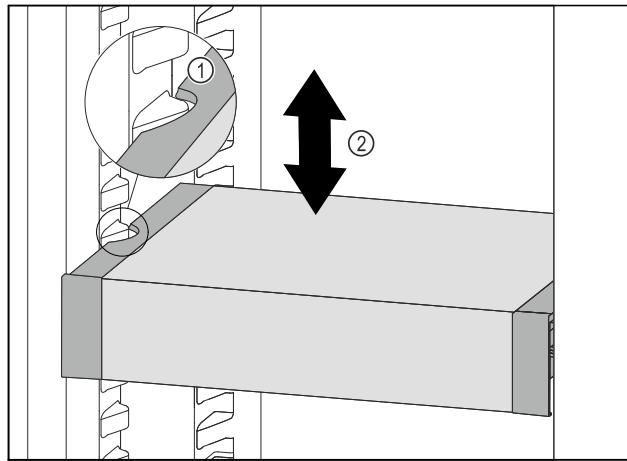

Fig. 127
- Потягнути VarioSafe вперед, поки бокові заглиблення VarioSafe не опиняться на рівні ребра для резервуара в охолоджувальному відділенні. Fig. 127 (1)
- Пересувайте VarioSafe вгору або вниз в охолоджувальному відділенні до тих пір, поки не досягнете бажаної висоти. Fig. 127 (2)